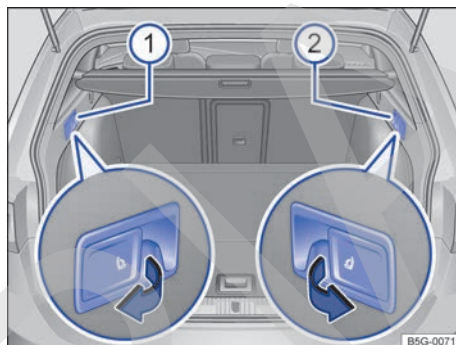

Fig. 96 En el maletero: palancas para desbloqueo de las partes izquierda ① y derecha ② del respaldo trasero desde el maletero.
- Tire de la palanca de desbloqueo de la parte izquierda ⇒ fig. 96 ① o derecha ② del respaldo en el sentido de la flecha. La parte desbloqueada del respaldo trasero se abate automáticamente hacia delante.